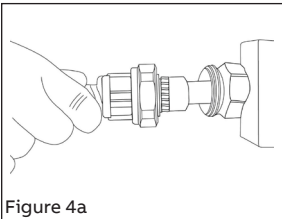

Figure 4a
- 4a Visser le manchon à l'endroit désiré. Quand le composé obturateur est solide (après environ 1 heure), insérer le montage capsulé dans le manchon et fixer en position en resserrant l'écrou d'accouplement rouge au fond (contact métal sur métal) (Figures 4a et 5a).